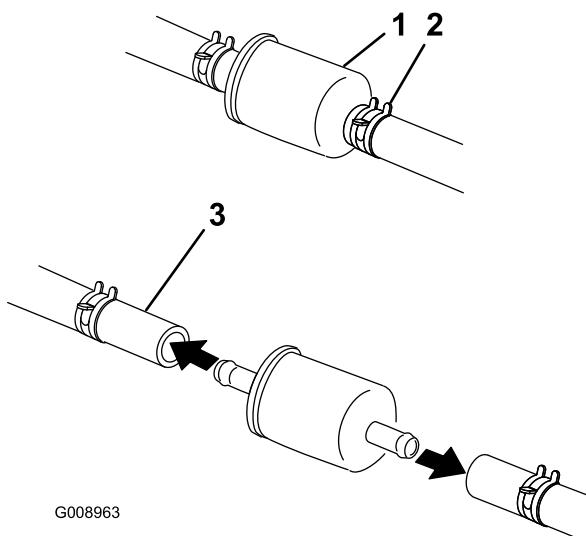

Bild 50
5. Schließen Sie den Kraftstoffhahn hinter dem Sitz (Bild 50).
6. Drücken Sie die Enden der Schlauchklemmen zusammen und schieben Sie sie vom Filter weg (Bild 50).
8. Setzen Sie einen neuen Filter ein und schieben Sie die Schlauchklemmen an den Filter heran (Bild 50).